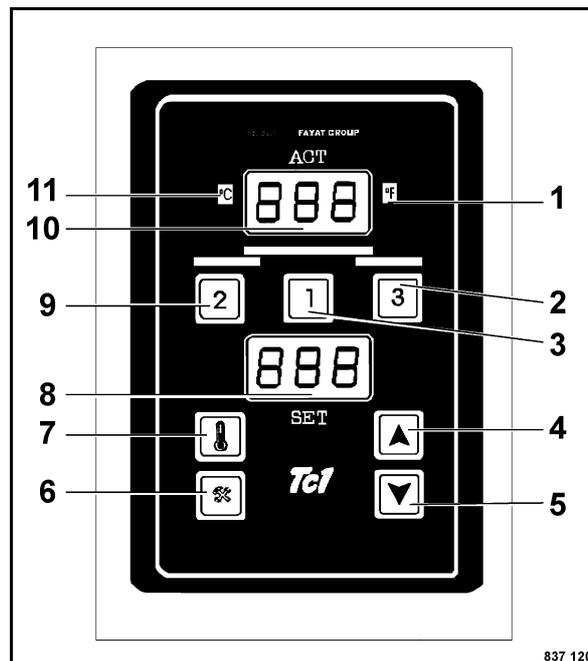

Fig. 123
- Selezionare la sezione della piastra del ferro da stiro, per la quale deve essere impostata la temperatura, con i tasti 2, 3 e 9 (Fig. 123).